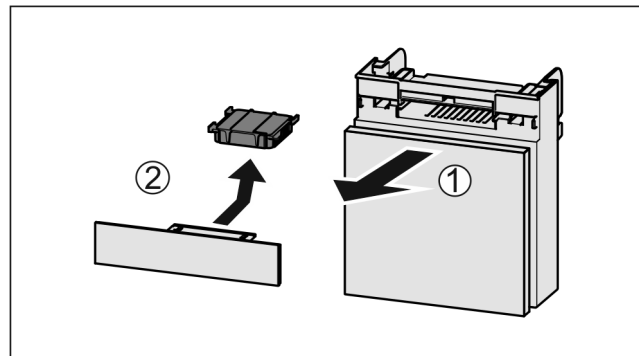

Fig. 70
- Fach nach vorne herausziehen Fig. 70 (1).
- Aktivkohlefilter entnehmen Fig. 70 (2).